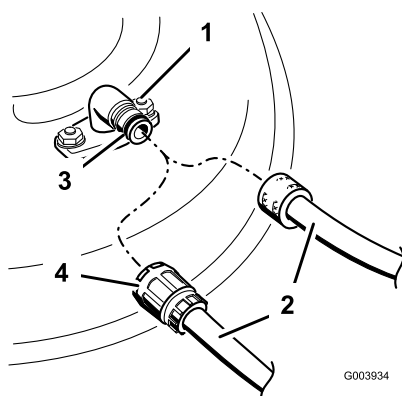

Figura 52
3. Montate il manicotto del tubo flessibile sul raccordo di lavaggio del tosaerba, quindi aprite il rubinetto per erogare un getto forte (Figura 52).